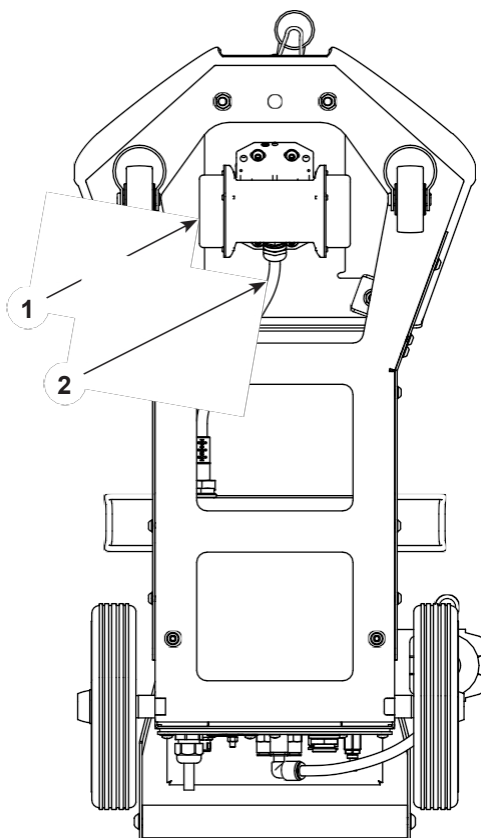

图 7-5 更换 振动器电机
参见图 7-5。更换振动器马达 (1) 时，确保为系统电压订购正确的马达。检查振动器马达上的标签。更换的马达包括电源线 (2)。